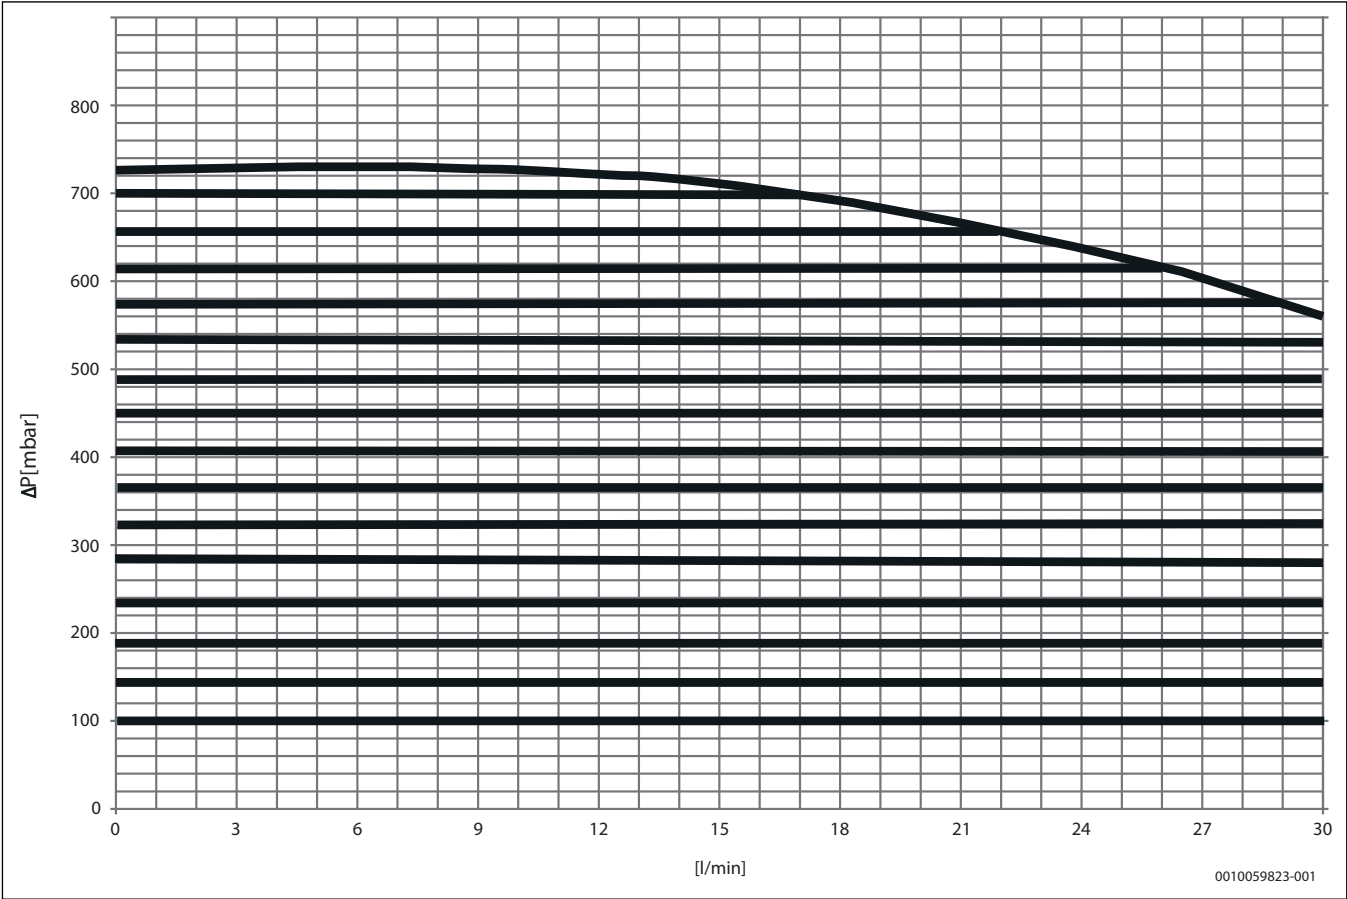

Bild 18 Leistungsdiagramm für die Heizkreispumpe in einem Heizkreis mit konstantem Druck
2) Der verfügbare Druck hängt von der angeschlossenen Wärmepumpe oder der hydraulischen Entkopplung ab (→ siehe Leistungskurve für die Heizkreispumpe, Abbildung 18)